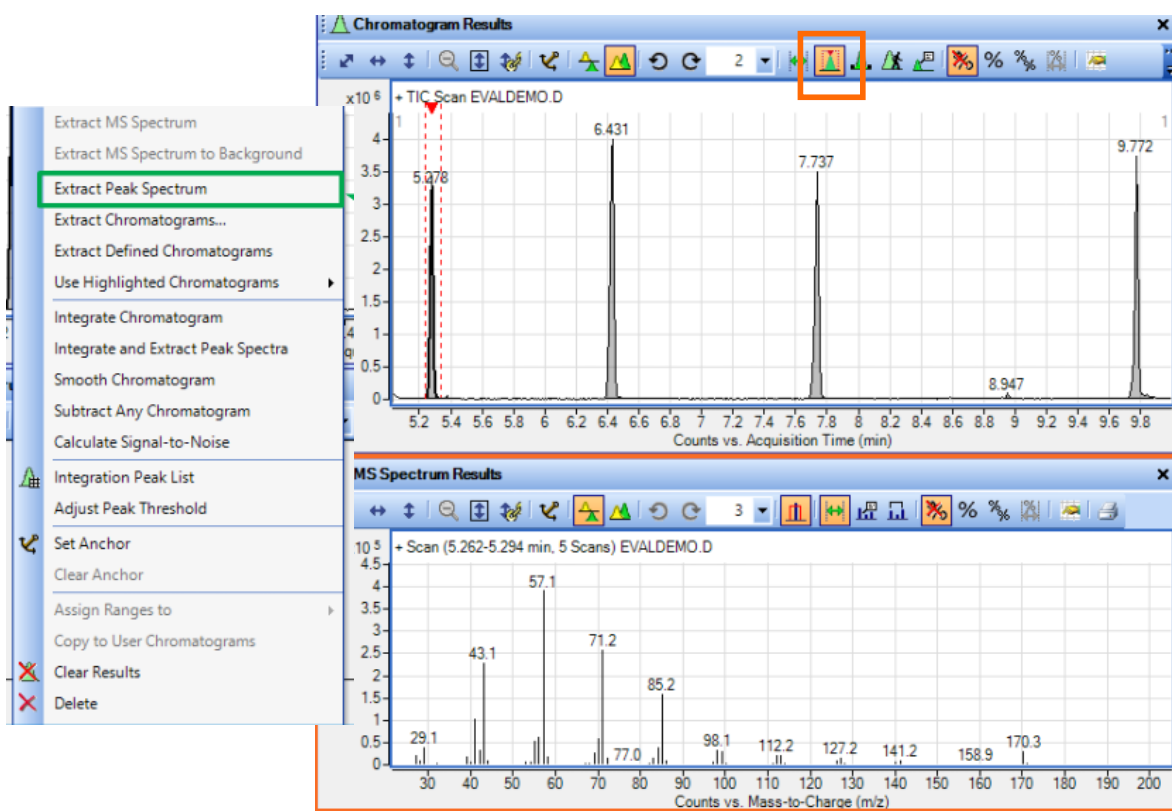

Figura 53. Extraer espectro de masas.
8.9.11. Extraer espectro de masas. Es necesario realizar el análisis en el modo de operación de *Full Scan* para obtener los espectros de masas. Desde la barra de herramientas del panel de **Chromatogram Results**, dar *click* en el **Peak Selector** icono  y seleccionar el pico de interés. Después dar *click* derecho sobre el pico y seleccionar **Extract Peak Spectrum**, véase Figura 53.